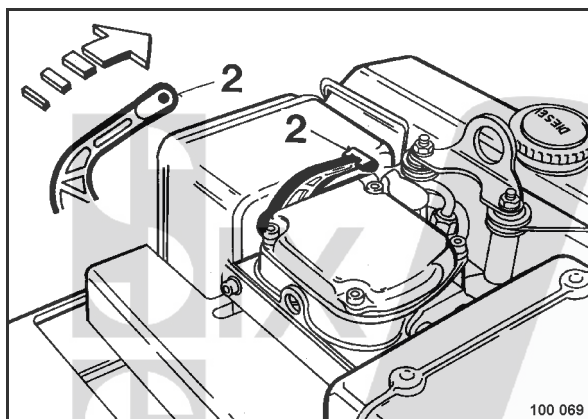

fig. 23
- Ramener le levier de décompression (2) (fig. 23) sur position centrale.